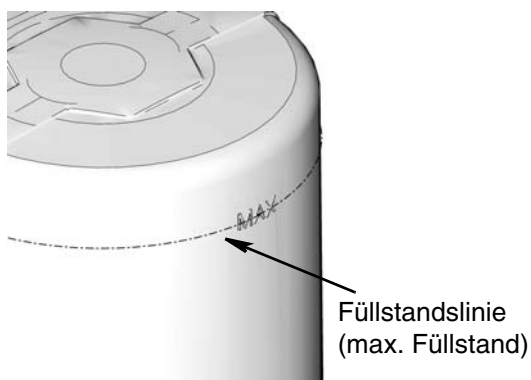

ABB. 23
- Schmiermittelbehälter dabei nicht überfüllen (ABB. 23).